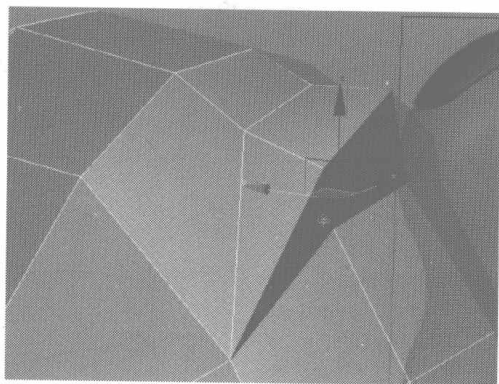
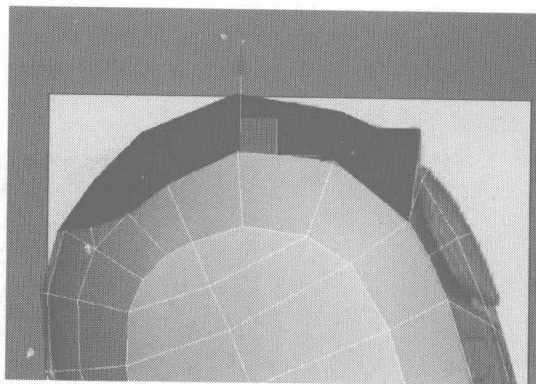

图 3.40
图 3.41
- 09** 选择如图 3.40 所示的面将其删除，单击  按钮，在视图选择被分割出来的面，如图 3.41 所示，再单击 Edit Geometry 卷展栏中 **Detach** 按钮，将该面分离出来。